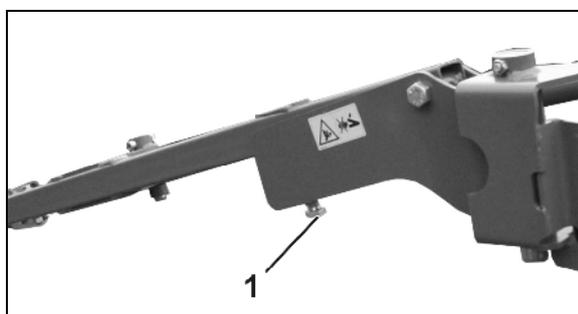

Fig. 111
- Größere Arbeitstiefe des Spuranreißers einstellen: Schraube (Fig. 111/1) weiter **herausdrehen** und mit Mutter kontern.
- Geringere Arbeitstiefe des Spuranreißers einstellen: Schraube (Fig. 111/1) weiter **hineindrehen** und mit Mutter kontern.